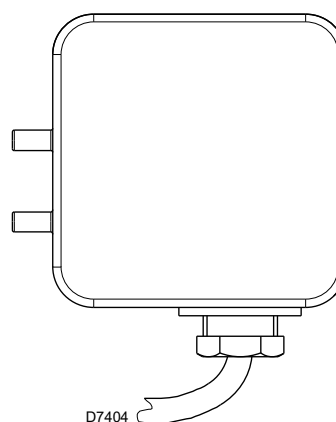

Fig. 24
- Régler le pressostat d'air (Fig. 24) en début d'échelle.
Effectuer le réglage du pressostat air (Fig. 24) après avoir effectué tous les autres réglages du brûleur avec le pressostat air réglé en début d'échelle. Avec le brûleur qui fonctionne à la puissance demandée, tourner la poignée lentement dans le sens des aiguilles d'une montre jusqu'à le blocage du brûleur. Tourner la poignée dans le sens contraire à celui des aiguilles d'une montre d'une valeur correspondant à environ 20% de la valeur établie et contrôler ensuite si le brûleur démarre correctement. Si le brûleur se bloque encore, tourner encore légèrement la poignée dans le sens contraire à celui des aiguilles d'une montre.